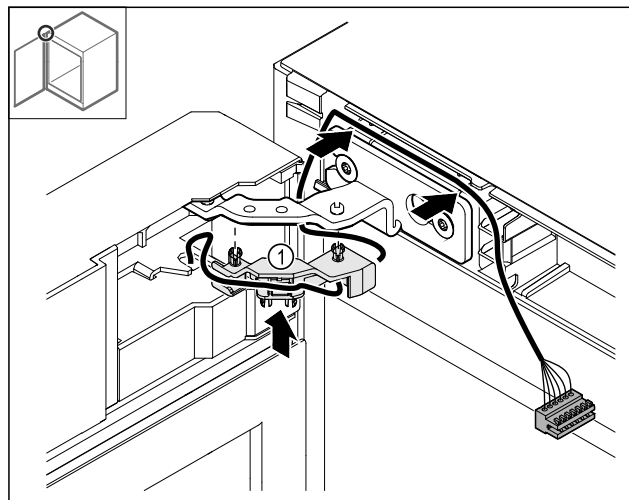

Fig. 48
- ▶ Πιέστε το στήριγμα καλωδίων Fig. 48 (1) στον μεντεσέ.